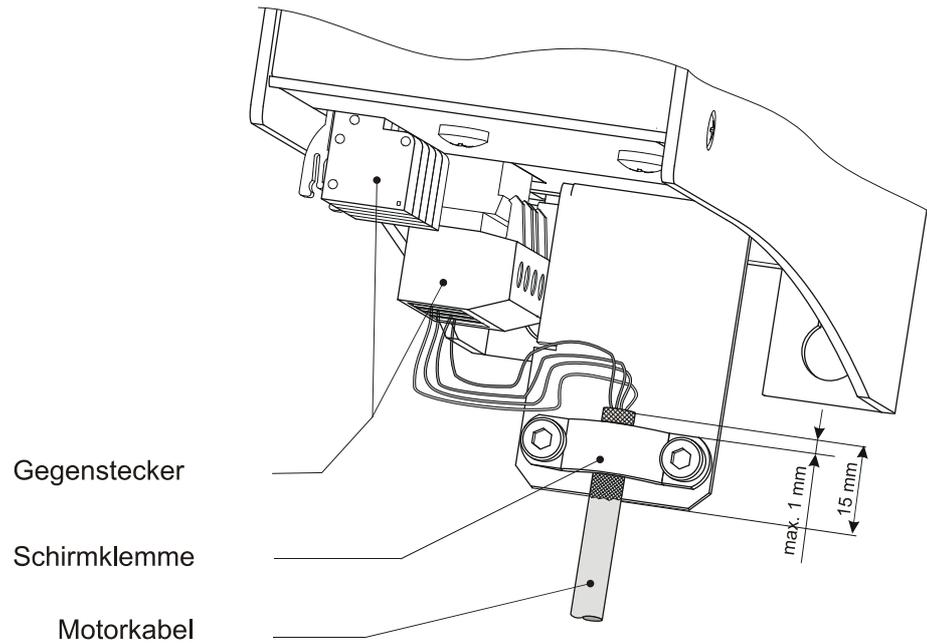

Abb. 3: EMV-konforme Befestigung der Motorkabel
- Motorleitungen anschließen nach Abb. 3, Seite 22.